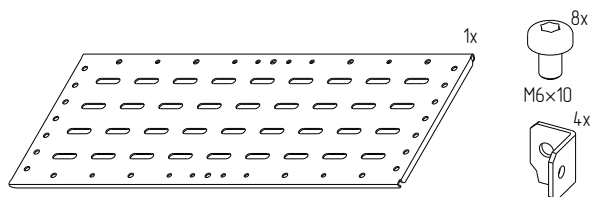

Рисунок 138
4.46.2 Проверить комплектность (рисунок 138).